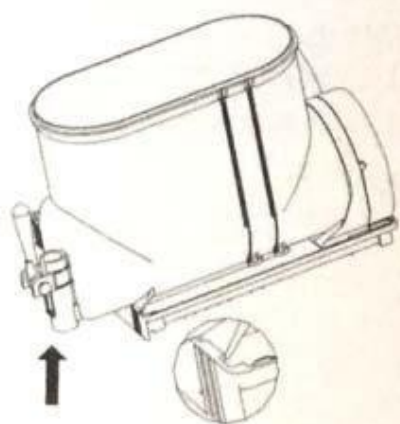
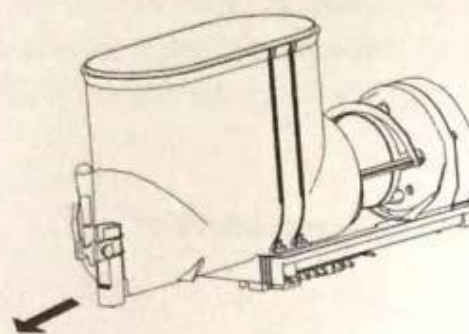

figure 1
figure 2
3. Zdejmij miskę / zbiornik podnosząc od strony kran do góry i tak , aby wyjąć z haków mocujących (Rys.1) i bocznych (rys.2), następnie wyciągaj do siebie.